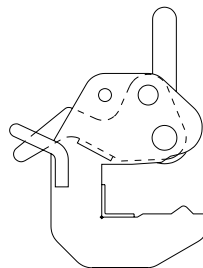

Abb. 36.2
1. Zuerst Sicherheitshebel soweit wie möglich öffnen (Abb. 36.2).